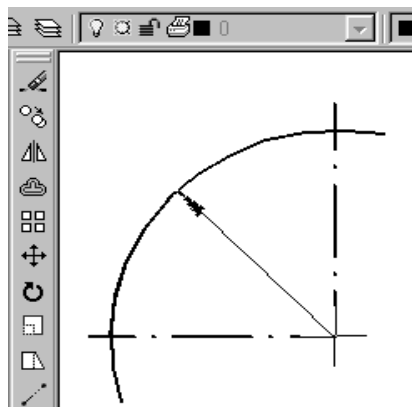
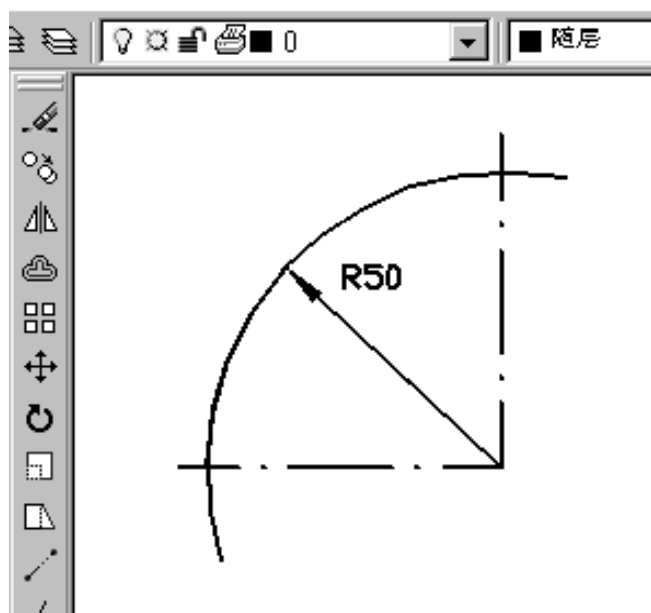

图 1-16 定出第二点
图 1-17 半径标注完成图形
- (3) 定出第二点, 如图 1-16 所示。
- (4) 连接回车。
- (5) 输入文字, 如图 1-17 所示。